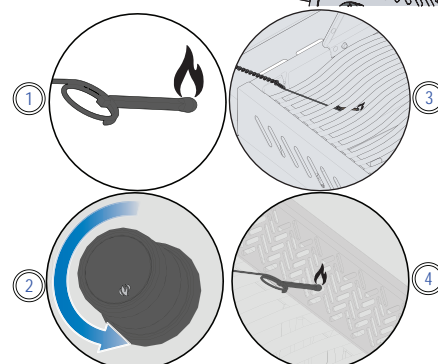

Bild 4
3. Medan du vrids den motsvarande brännarens vred till hög värme. (Bild 4)